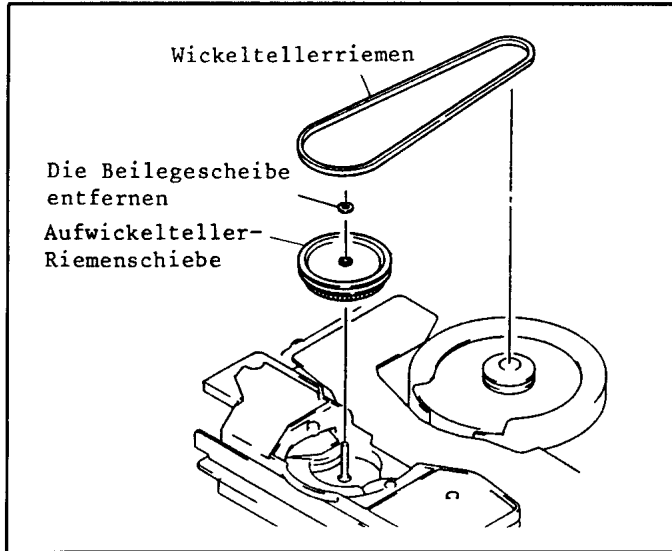

Abb. 7-29 Aufwickelteller-Riemenscheibe
29. Aufwickelteller-Riemenscheibe (Abb. 7-29)